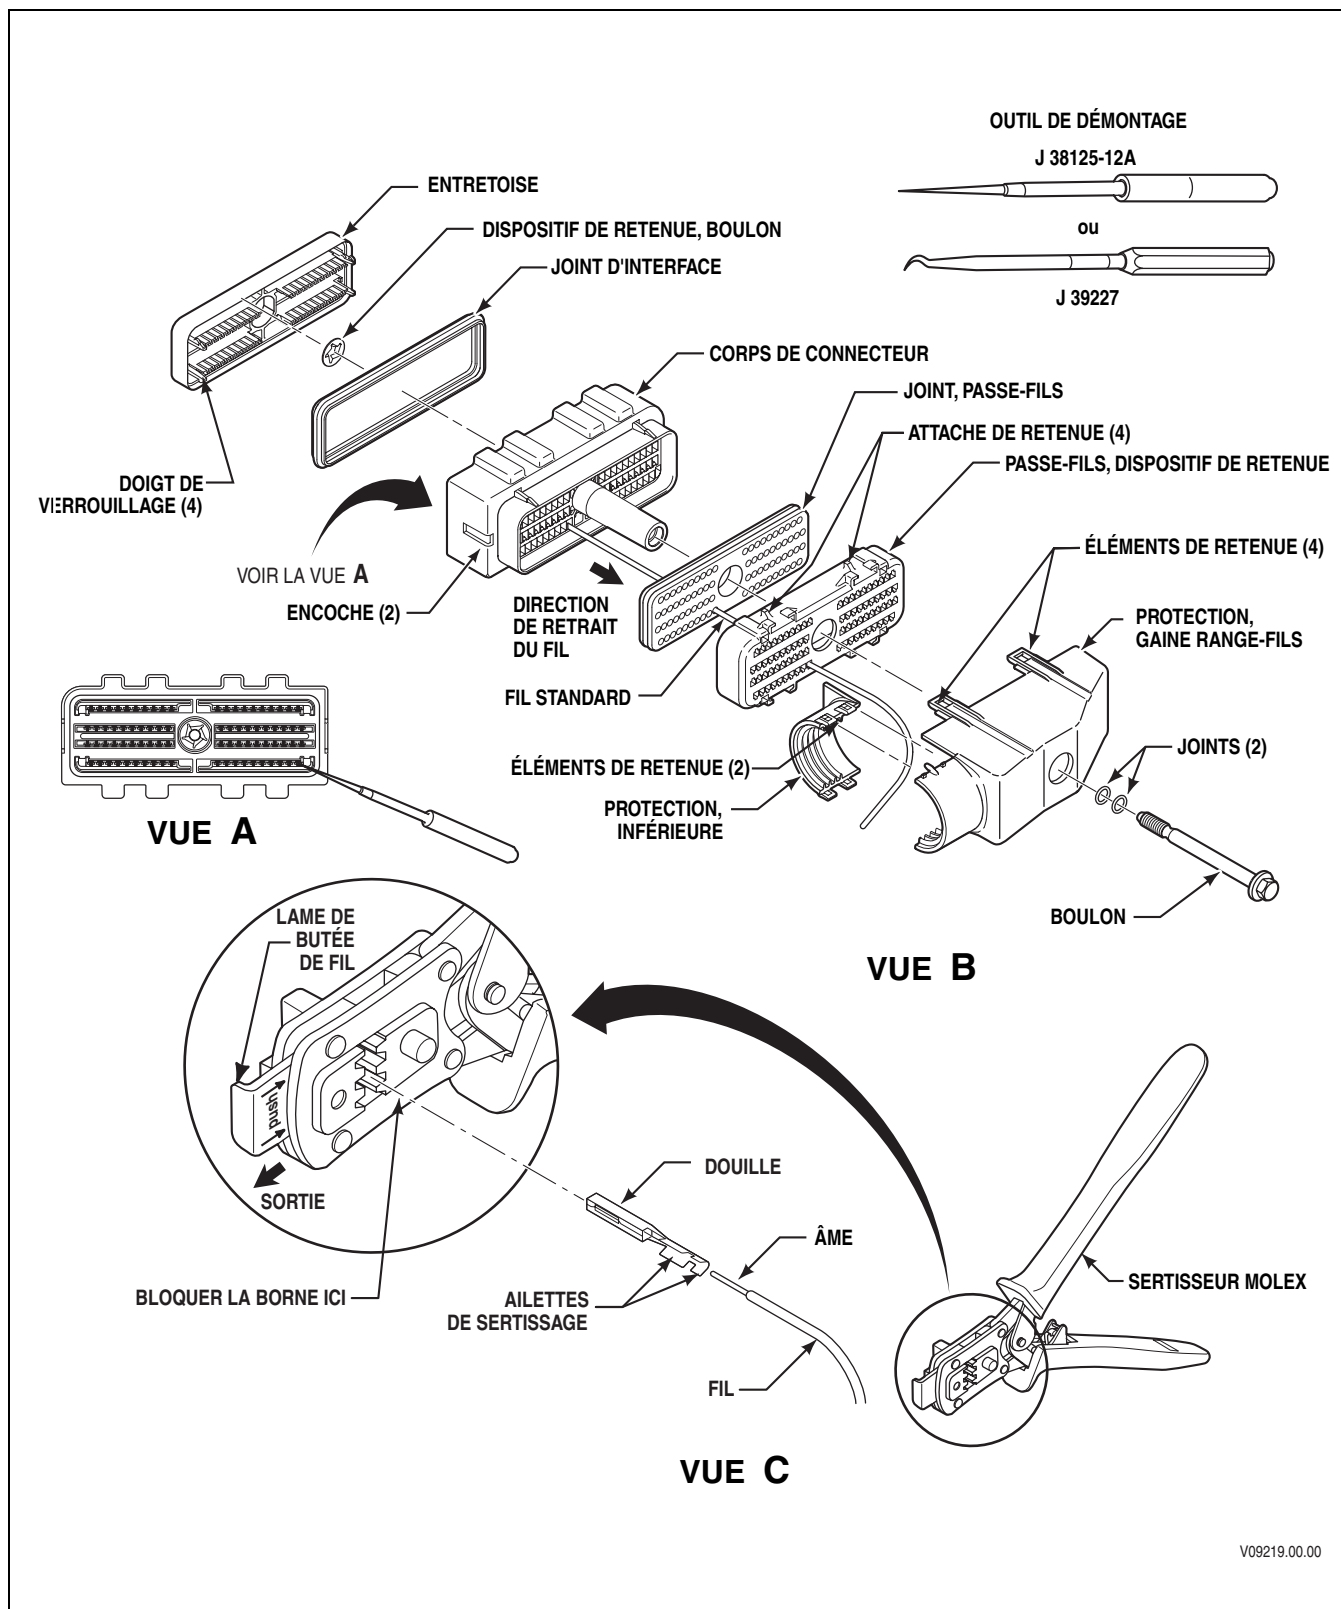

Figure E-1C. Connecteur 80F à boulon AFL du TCM, direction 'B' à 90 degrés
C. Connecteur du TCM, ensemble 80F à boulon, gaine range-fils direction 'B' 90 degrés (voir la Figure E-1C)